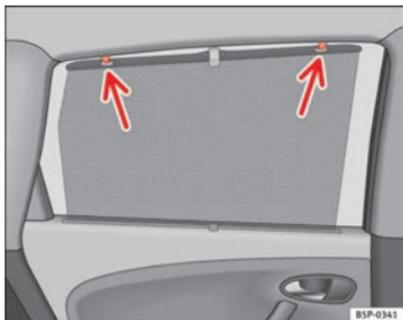

Fig. 82 Tendina porta posteriore
- Srotolare la tendina e fissarla ai ganci sul telaio superiore della porta ⇒ fig. 82.